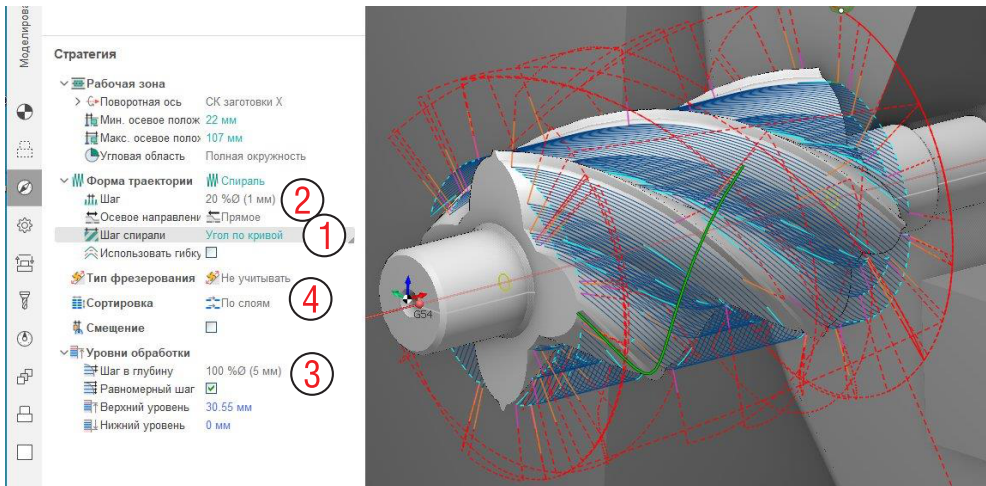

Рис. 12-5. Дополнительные параметры операции Черновая ротационная.
Шаг спирали может задаваться по-разному. Чтобы получилось как на рис. 12-5, надо еще параметр **Шаг спирали** задать как **Угол по кривой** (1).